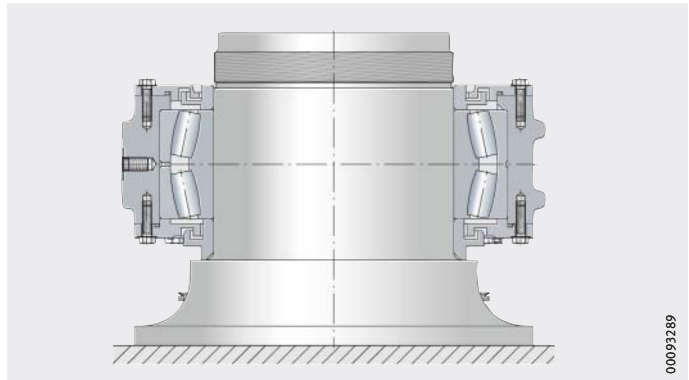

Bild 14
- ▶ Den getriebeseitigen O-Ring befeuchten und in die Nut des getriebeseitigen Gehäusedeckels einlegen, *Bild 14*.
- ▶ Den getriebeseitigen Gehäusedeckel (mit dem eingelegten O-Ring) auf die Welle aufschieben, *Bild 14*.